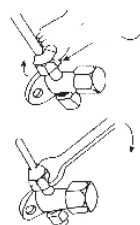

图23
- (2) 将截止阀树脂封帽拆开。
- (3) 在截止阀与管的喇叭口处涂少许润滑油，然后按图23所示拧紧纳嘴。
- (4) 按图23所示用扳手牢固地将纳嘴扳紧，扭矩力按表（5）规定执行。